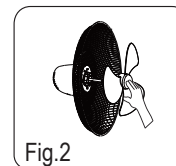

Fig.2
3. Plaats het ventilatorblad op de ventilator motoras en draai de waaierbout vast. TIP: Zorg ervoor dat de ventilator motoras pin is gemonteerd in de groef van het ventilatorblad. (Afb. 2)